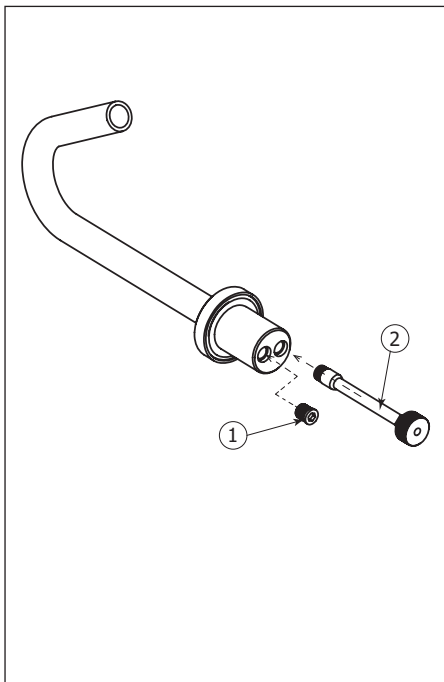

Fig.1
Using an Allen key, screw the plug (1) to one of the two water inlets at the base of the spout. Next, screw the inlet extension (2) to the second water inlet as shown (Fig.1). DO NOT OVERTIGHTEN.
À l'aide d'un clé Allen, visser le capuchon (1) dans l'une des deux entrées d'eau situées sous la base du robinet. Ensuite, visser la tige d'extension (2) à la deuxième entrée d'eau tel qu'illustré (Fig.1). NE PAS TROP SERRER.
Insérer le bec (1) dans le trou (Ø 1-3/8") de la surface tel qu'illustré (Fig.1). Ensuite, enfiler la rondelle en caoutchouc (2), la rondelle en métal (3). Fixer le bec avec l'écrou en métal (4) et les vis fournies (5). Ensuite, insérer le mitigeur (6) dans le trou (Ø 1-1/2") de la surface. Le Fixer avec la rondelle en caoutchouc (7), la rondelle en métal (8) et l'écrou en métal (9). Visser les trois vis fournies (10).